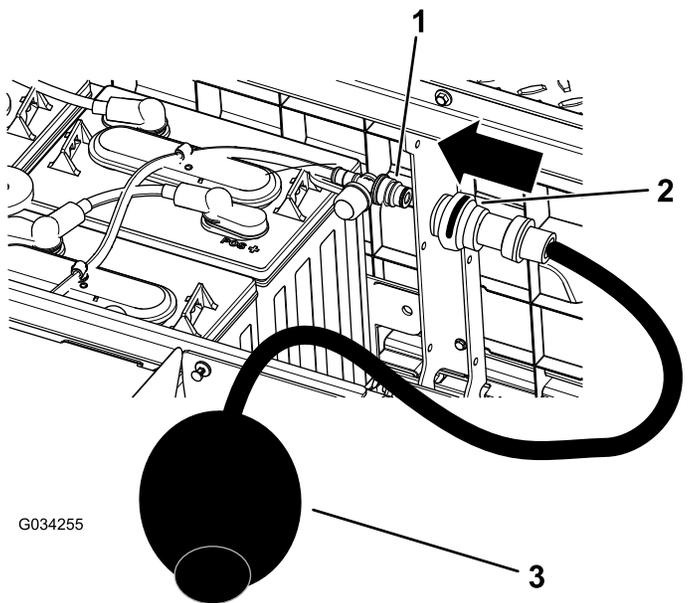

Рисунок 40
4. Подсоедините ручной водяной насос Того к отверстию для заливки воды (Рисунок 40).